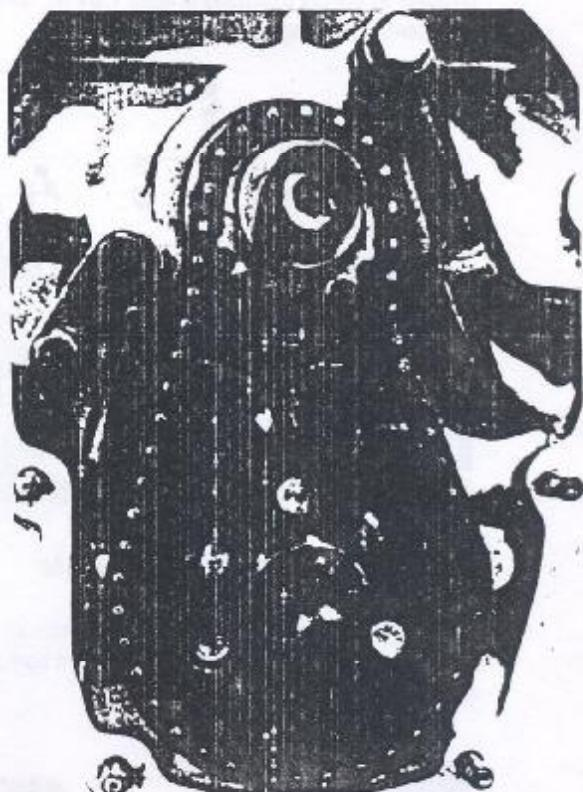

Figura 1.01.10 - Esticador e apoio da corrente
26. Remover o parafuso e arruela de fixação do esticador da corrente da distribuição e remover o esticador e a luva do mancal (Figura 1.01.10).
27. Remover os parafusos e arruelas de fixação do apoio da corrente de distribuição e remover o apoio da corrente (Figura 1.01.10).